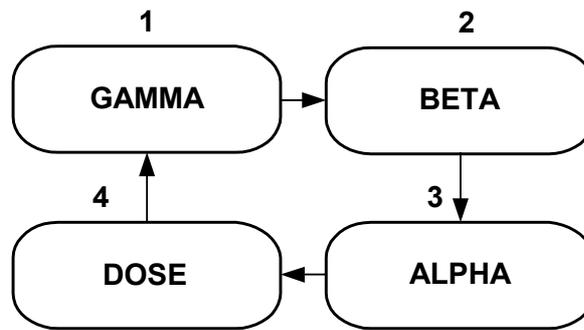
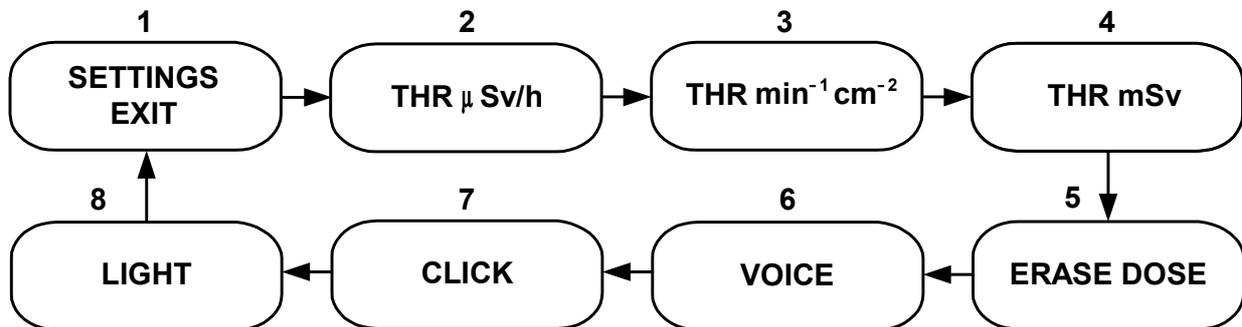

Рис. 2. Схема переключения режимов работы прибора
Рис.3. Схема переключения установок сигнализаций
2) Переключение режимов работы осуществляется по кругу кратковременными нажатиями (менее 1 с) кнопки «**MODE**» согласно схеме представленной на рис.2.
- 3) При длительном (более 2 с) нажатии кнопки «**MODE**» в любом из режимов «**GAMMA**», «**BETA**», «**ALPHA**» или «**DOSE**» прибор переходит в меню установок (на дисплее - «**SETTINGS EXIT**»). Установки сигнализаций циклически меняются по кругу кратковременными (менее 1 с) нажатиями кнопки «**MODE**» согласно схеме представленной на Рис.3. Выход из меню установок в основное меню режимов работы (Рис.2) – длительное удерживание кнопки «**MODE**» при индикации на дисплее «**SETTINGS EXIT**».
Включить питание прибора (однократно нажать и отпустить кнопку «**POWER**»). При длительном (более 2 с) нажатии кнопки «**MODE**» в любом из режимов «**GAMMA**», «**DOSE**» «**BETA**» или «**ALPHA**», прибор переходит в меню установок (Рис.3), и на дисплее первоначально индицируется «**SETTINGS EXIT**». При длительном удержании кнопки «**MODE**» при индикации на дисплее «**VOICE**» попадаем в подменю выбора режима речевого озвучивания измерения мощности дозы:
- «**MANUAL**» - «ручное» озвучивание результата измерения мощности дозы происходит в любой момент после кратковременного (менее 1 с) нажатия пользователем кнопки «**MODE**». В режиме «**MANUAL**» кратковременное нажатие кнопки «**MODE**» включает речевое сообщение (и подсветку дисплея), но не изменяет режимов работы прибора согласно Рис.2. Прибор постоянно находится в режиме измерения «**GAMMA**». Длительное удержание кнопки «**MODE**» переводит прибор в меню установок (Рис.3);
Включить питание прибора (однократно нажать и отпустить кнопку «**POWER**»). При длительном нажатии (более 2 с) кнопки «**MODE**» прибор переходит в меню установок (Рис.3). При индикации на дисплее «**CLICK**» путем длительного удержания (более 2 с) кнопки «**MODE**» попадаем в подменю выбора режим работы звуковой сигнализации интенсивности излучения:
1 Включить питание прибора (однократно нажать и отпустить кнопку «**POWER**»). При длительном нажатии (более 2 с) кнопки «**MODE**» прибор переходит в меню установок (Рис.3). При индикации на дисплее «**LIGHT**» путем длительного удержания (более 2 с) кнопки «**MODE**» прибор переключается в подменю выбора длительности подсветки дисплея:
Включить питание прибора (однократно нажать и отпустить кнопку «**POWER**»). При длительном нажатии (более 2 с) кнопки «**MODE**» прибор переходит в меню установок (Рис.3). При индикации на дисплее «**THR $\mu\text{Sv/h}$** » путем длительного удержания (более 2 с) кнопки «**MODE**» прибор переключается в подменю установки порога сигнализации мощности дозы и на дисплее индицируется «**9999.9 $\mu\text{Sv/h}$** ».
Включить питание прибора (однократно нажать и отпустить кнопку «**POWER**»). При длительном нажатии (более 2 с) кнопки «**MODE**» прибор переходит в меню установок (Рис.3). При индикации на дисплее «**THR $\text{min}^{-1} \text{cm}^{-2}$** » путем длительного удержания (более 2 с) кнопки «**MODE**» прибор переключается в подменю установки порога сигнализации плотности потока бета-частиц и на дисплее индицируется «**99999 $\text{min}^{-1} \text{cm}^{-2}$** ».
Включить питание прибора (однократно нажать и отпустить кнопку «**POWER**»). При длительном нажатии (более 2 с) кнопки «**MODE**» прибор переходит в меню установок (Рис.3). При индикации на дисплее «**THR mSv**» путем длительного удержания (более 2 с) кнопки «**MODE**» прибор переключается в подменю установки порога сигнализации интегральной дозы и на дисплее индицируется «**9999.999 mSv**».
Сброс (обнуление) интегральной дозы осуществляется в подменю установок (Рис.3) длительным (более 2с) двойным нажатием кнопки «**MODE**» при индикации на дисплее «**ERASE DOSE**».